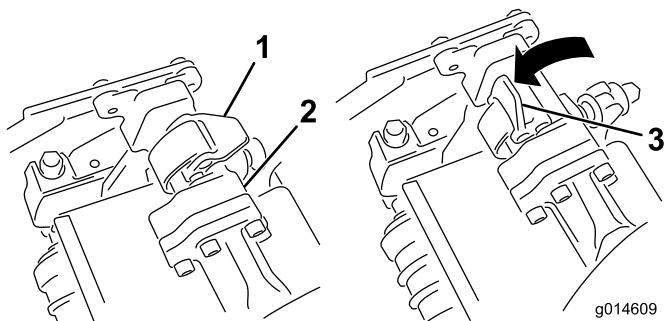

**Figura 11**
3. Se instalar a unidade de corte central, eleve o apoio do pé e incline-o, permitindo o acesso à posição da unidade de corte central (Figura 11).